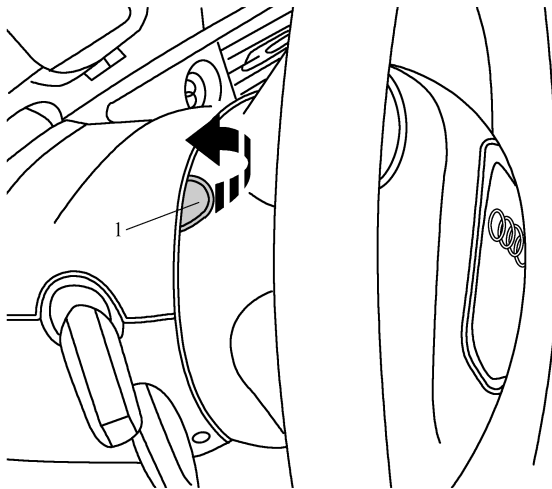

图 6-2-5 撬出转向盘背面的左右密封盖
3) 如图 6-2-5 所示，撬出转向盘背面的左右密封盖 1(箭头所示)。